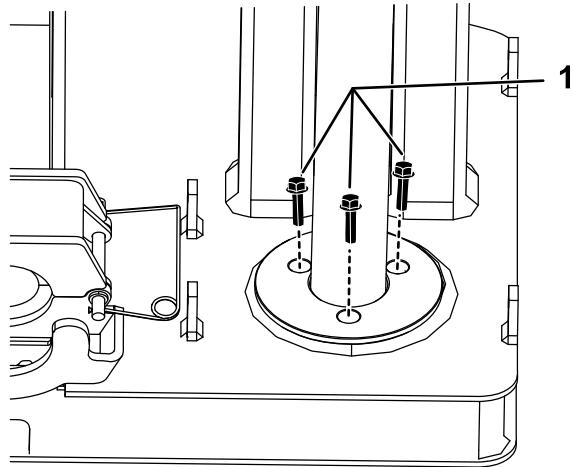

Figura 7
2. Fije sin apretar la guía de la estaca en la base del anillo de guía con 6 pernos (M10-1 1/2 x 25 mm), como se muestra en Figura 7.